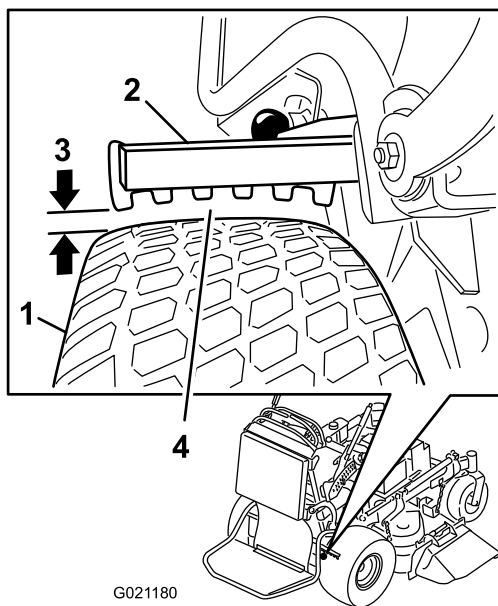

Figura 61
6. Utilizzando il lato con il gioco minore, verificate che la distanza sia compresa tra 3 e 6 mm come mostrato in Figura 61); fate riferimento a
5. Regolate la forcella (Figura 61).